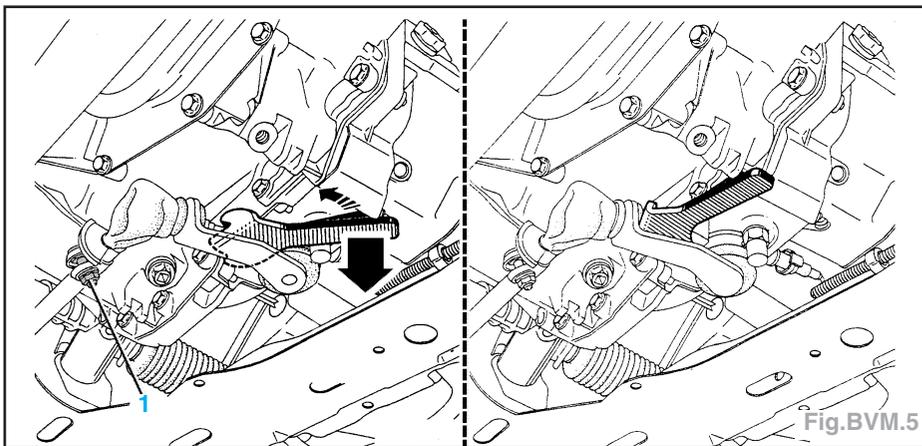

Fig.BVM.5
- Desserrer la vis de réglage (1) (Fig.BVM.5) de la bielle de commande de sélection.